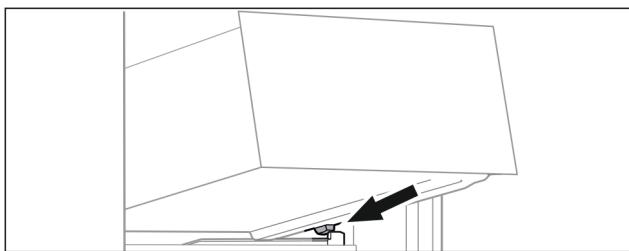

Fig. 96
- ▶ Schubfach schräg hinter den Stopfern auf Behälterrippe aufsetzen. (siehe Fig. 96)